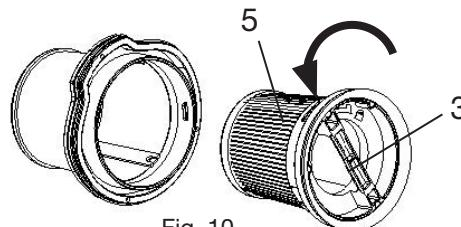

Fig. 10
Retire el filtro Hepa (5) (Fig. 10) del bloque de filtración agarrándolo por la lengüeta (3) y girándolo ligeramente en el sentido antihorario hacia el símbolo (desbloqueado) para extraerlo (fig. 10).